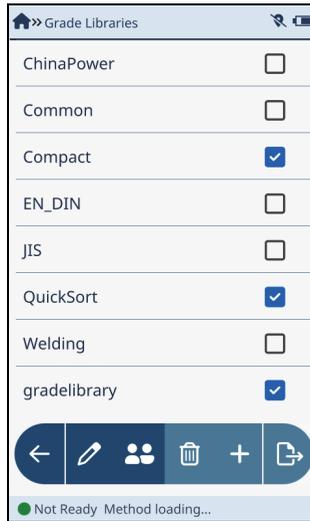

图 2-68 牌号库屏幕
1. 点击箭头键（>），显示**Grade Libraries**（牌号库）屏幕（参见第81页的图 2-68）。